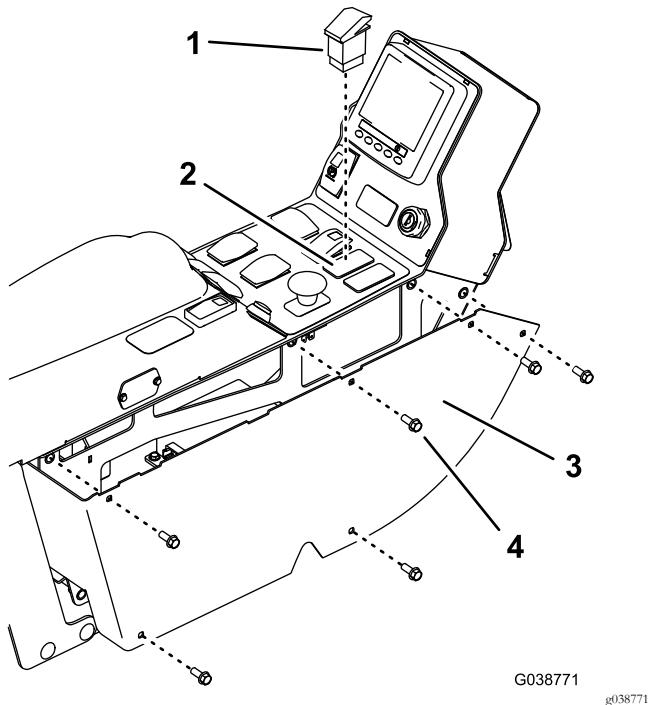

図4
- コンソールにパネルを止めている6本のボルトを外して保管し、パネルを外す図4。
- コンソール上のプラグを打ち抜いて、出来た穴にスイッチを取り付ける図4。
- コンソールのパネルを元通りに取り付ける先ほど取り外したボルトを使用する図4。